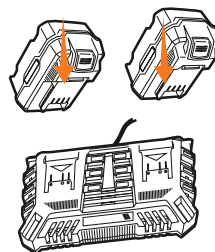

Рис. 11
- Включите в сеть зарядное устройство, при этом на нем загорится индикатор зеленым светом, вставьте аккумуляторы в зарядное устройство (Рис. 11).